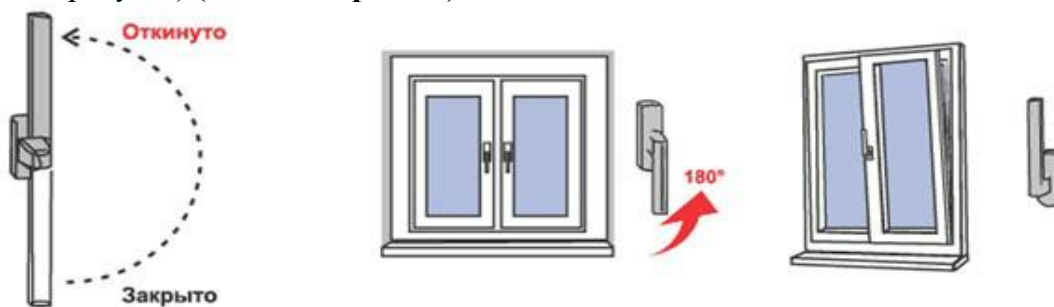

Рис. 2.
2. Для перевода створки из закрытого положение в откидное, поворот створки относительно нижней горизонтальной оси, (положение «Откинута» на Рис.2) ручку поворачивают вертикально на 180 градусов вверх, затем, потянув за ручку, поворачивают створку относительно нижней горизонтальной оси на заданный изготовителем угол (не более 10 градусов) (**откидной режим**).
3. Для записывания створки из открытого или откидного положения ее сначала закрывают и, придерживая створку рукой, поворачивают ручку вертикально вниз (положение «Закрывать» на Рис. 2).